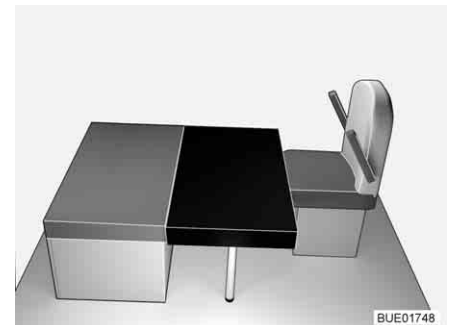

Fig. 125 Après la transformation
- Poser le coussin supplémentaire rectangulaire sur la table (devant le coussin d'assise de la banquette, voir Fig. 125). La découpe dans le coussin supplémentaire se trouve contre la paroi d'appui avant.